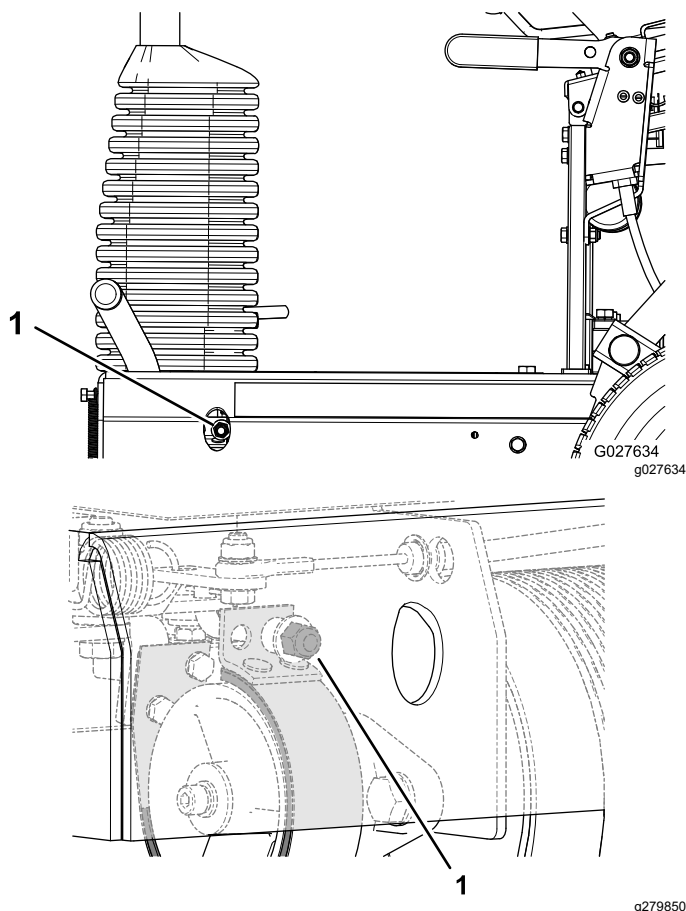

図 35
- ・ ブレーキの効きを強くするにはブレーキロックナットを右回しに締め付ける **図 35**。
- ・ ブレーキの効きを弱くするにはブレーキロックナットを左回しにゆるめる **図 35**。